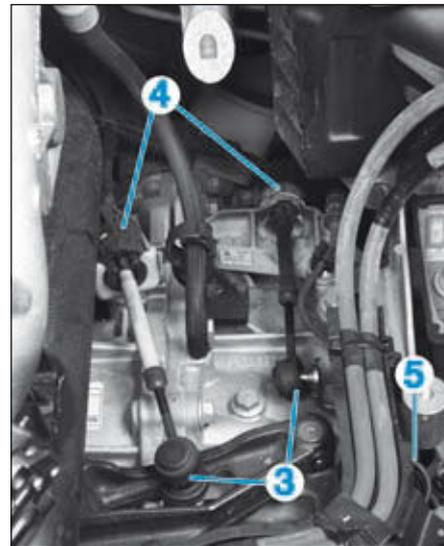

FIG.6
- des rotules des sélecteurs (3) à l'aide d'une clé plate (Fig.6),
- des arrêts de gaine (4).